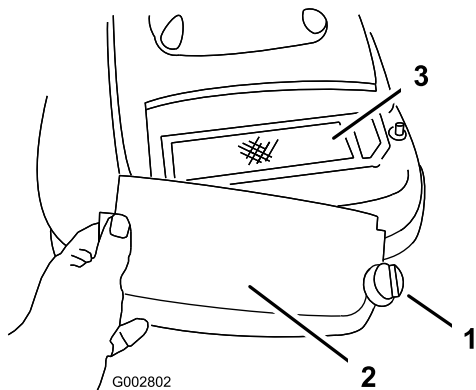

Bild 24
3. Nehmen Sie die Schraube ab, mit der die Luftfilterabdeckung befestigt ist (Bild 24).
4. Entfernen Sie die Abdeckung und reinigen Sie sie gründlich (Bild 24).